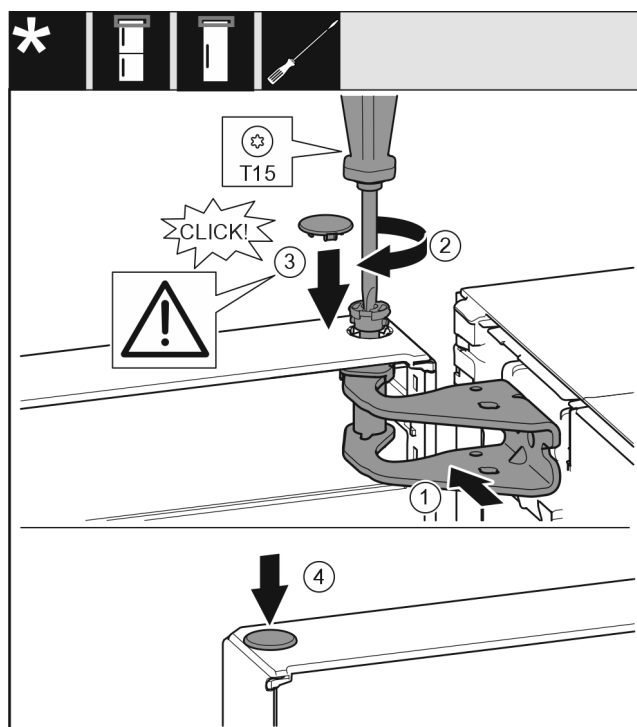

Fig. 19
- Orienter la porte en haut pour l'ouverture dans le support de palier. Fig. 19 (1)
- Poser le boulon et le visser avec un tournevis T15. Fig. 19 (2)
- Monter le cache de sécurité pour sécuriser la porte : Mettre en place le cache de sécurité et vérifier qu'il repose sur la porte. Sinon, enfoncer à fond le boulon. Fig. 19 (3)
- Mettre le bouchon en place. Fig. 19 (4)